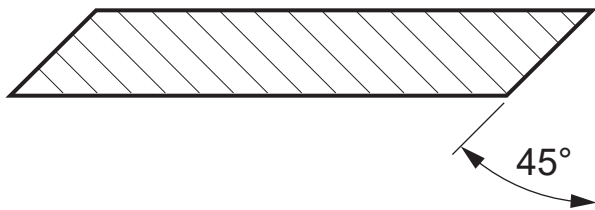

Figure 41 – Affûtez la lame à un angle de 45°.
5. Utilisez une meuleuse pour affûter le tranchant du couteau du rotor. Aiguissez le tranchant à un angle de 45 degrés. Consultez *Figure 41*.